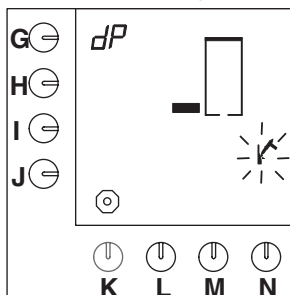

Fig. 24 Varmtvandssystemets første afkalkningsniveau
- Den første niveausøjle vises i displayet, og hammersymbolet blinker (fig. 24).